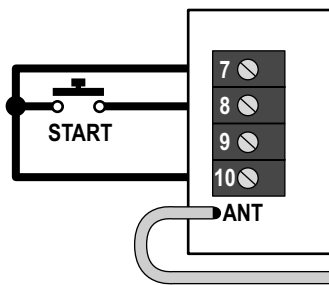

Fig.2
- Ligar o botão como indicado na Fig. 2.
2. Ligar um botão N.A. como indicado na Fig. 2.